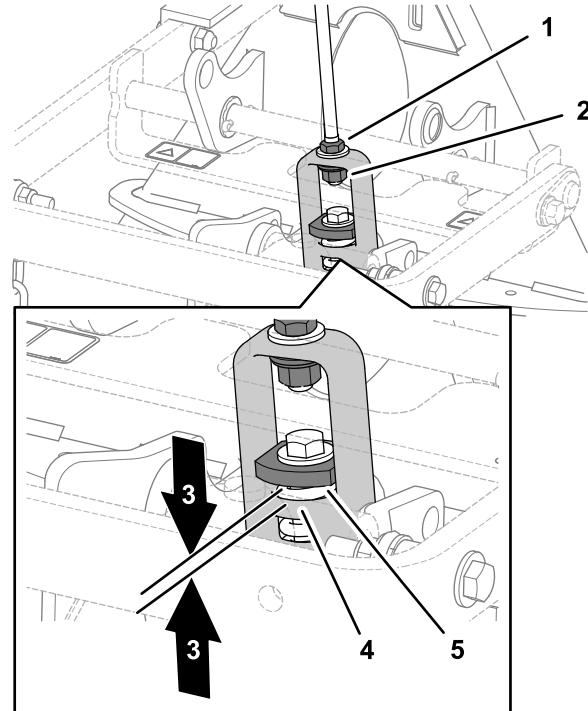

Figure 8
Remarque: La biellette est réglée correctement s'il existe un espace de 1,5 à 2 mm entre la grosse rondelle et l'épaulement de la chape de levage (Figure 8).
2. Mesurez l'espace entre la grosse rondelle et l'épaulement de la chape de levage sur l'adaptateur d'accessoire, comme montré à la Figure 8.